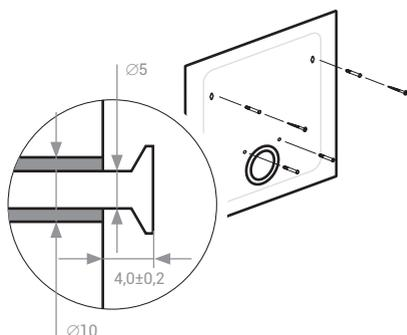

Рисунок 6.4 – Установка дюбелей
6. Установите дюбели в отверстия (рис. 6.4). Установите два самонарезающих винта в отверстия позиции 1 монтажного шаблона согласно выбранному типу размещения устройства.